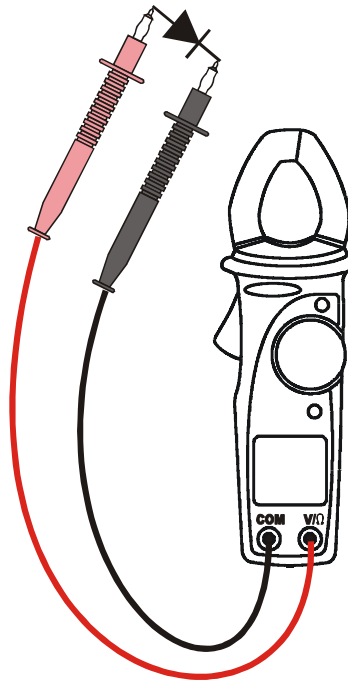

Fig. 9 Dioden Test
2. Verbinden Sie die Meßleitungen mit den Eingangsbuchsen, der rote Stecker mit der V/ $\Omega$  Buchse und den schwarzen Stecker mit der COM Buchse. (s. Abb. 9).